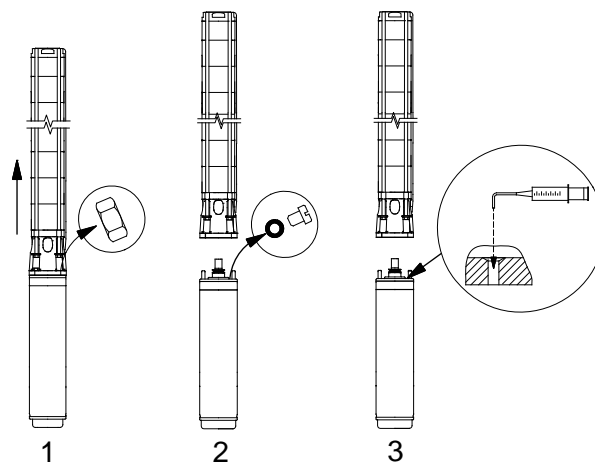

Fig. 3
- Se il motore viene fornito come componente separato, è necessario controllare il livello del liquido prima di effettuare il collegamento con la parte idraulica, vedi fig. 3.
- Durante le manutenzioni, in ogni caso, controllare il livello del liquido, vedi fig. 3.
3. Con la siringa (fig. 3) iniettate il liquido di riempimento fino a farlo fuoriuscire dal foro di riempimento.